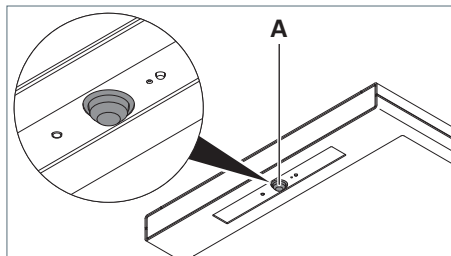
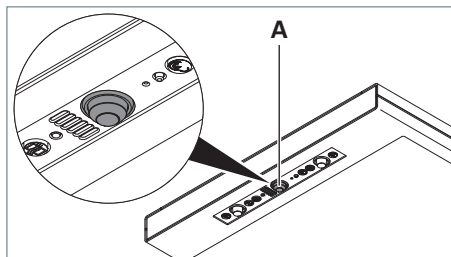

Fig. 14: Sensore PIR, versione R.
Fig. 15: Sensore PIR, versione RX.
- Posizionare la testa a sfera **A** del sensore PIR nella direzione desiderata, vedi Fig. 14 e vedi Fig. 15.